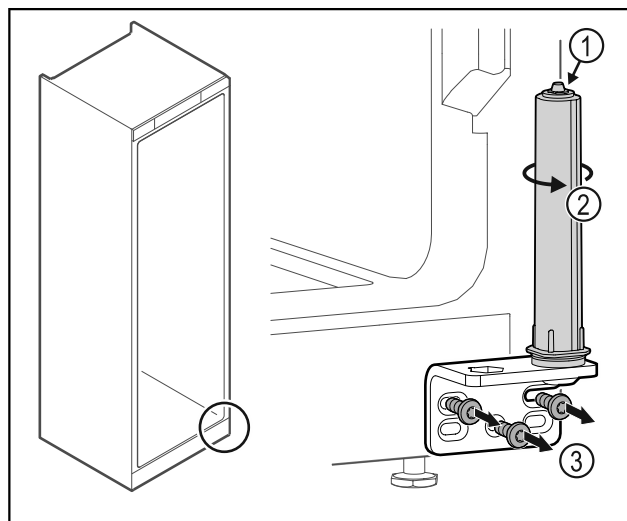

Fig. 25
- ▶ Dørlukkesystemet må ikke tas fra hverandre Fig. 25 (1).
- ▶ Drei på lukkesystemet Fig. 25 (2) til det sier klikk.
- ▶ Skru av hengselvinkelen Fig. 25 (3).